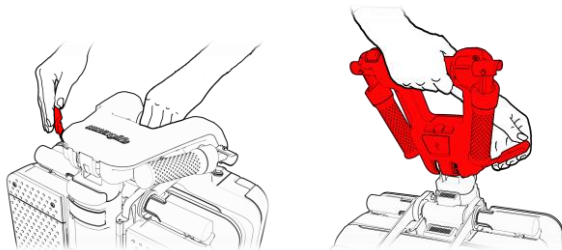

Figure 4
1. Den Einstellhebel der Griffstange lösen und die Lenkstange in eine aufrechte Position bringen, stellen Sie dann den Hebel in seine gesicherte Position zurück (siehe Abbildung 4).